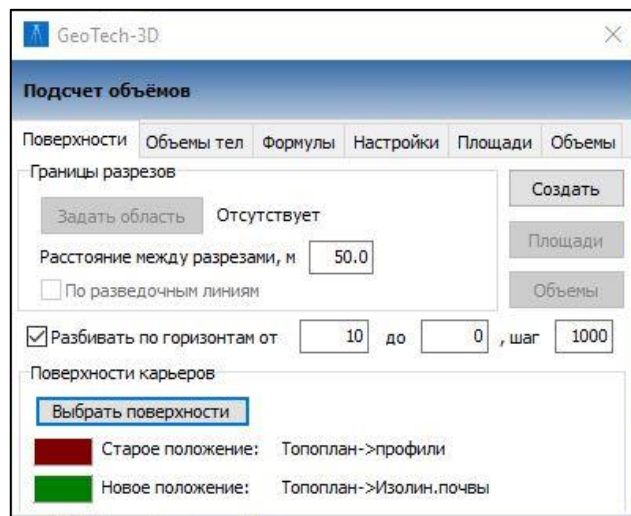

Рис. 10.10
19.2. Откройте инструмент **Подсчет объемов по разрезам** , в диалоговом окне **Объемы по разрезам** на вкладке **Поверхности** задайте параметры согласно рис. 10.10, выберите **Контур подсчёта запасов** и нажмите **Задать область**.